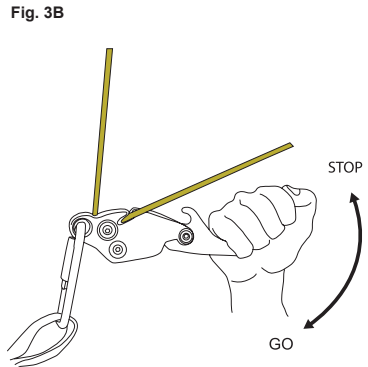
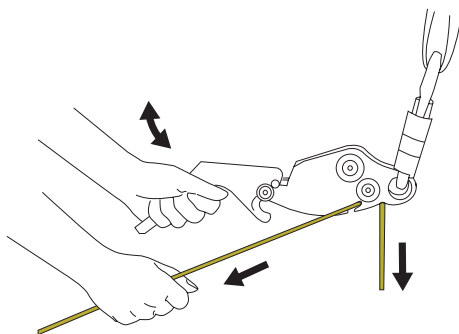

Fig. 3B
Fig. 7
7. La velocità di discesa viene controllata con una mano sulla maniglia e l'altra mano che tiene la fune al di sotto del dispositivo. Iniziare con la fune all'angolo a valle della fessura come mostrato nella fig. 3B. Spostando la maniglia verso il basso, si aumenta la velocità. Muovendo la maniglia verso l'alto o rilasciandola si arresterà la discesa. Per aumentare o ridurre l'attrito, spostare la fune nella parte stretta della fessura o allontanarla. È essenziale tenere sempre una mano sulla fune per controllare la discesa.
8. La velocità di discesa viene controllata con una mano sulla maniglia e l'altra mano che tiene la fune al di sotto del dispositivo. Iniziare con la fune ad angolo all'uscita della fessura. Con il discensore capovolto, la discesa si inizia tirando la maniglia verso l'alto, fig. 7, e si arresta muovendo la maniglia verso il basso o rilasciandola. Per aumentare o ridurre l'attrito, spostare la fune nella parte stretta della fessura o allontanarla come mostrato in fig. 3B. È essenziale tenere sempre una mano sulla fune al di sotto del discensore per aver un miglior controllo della discesa.